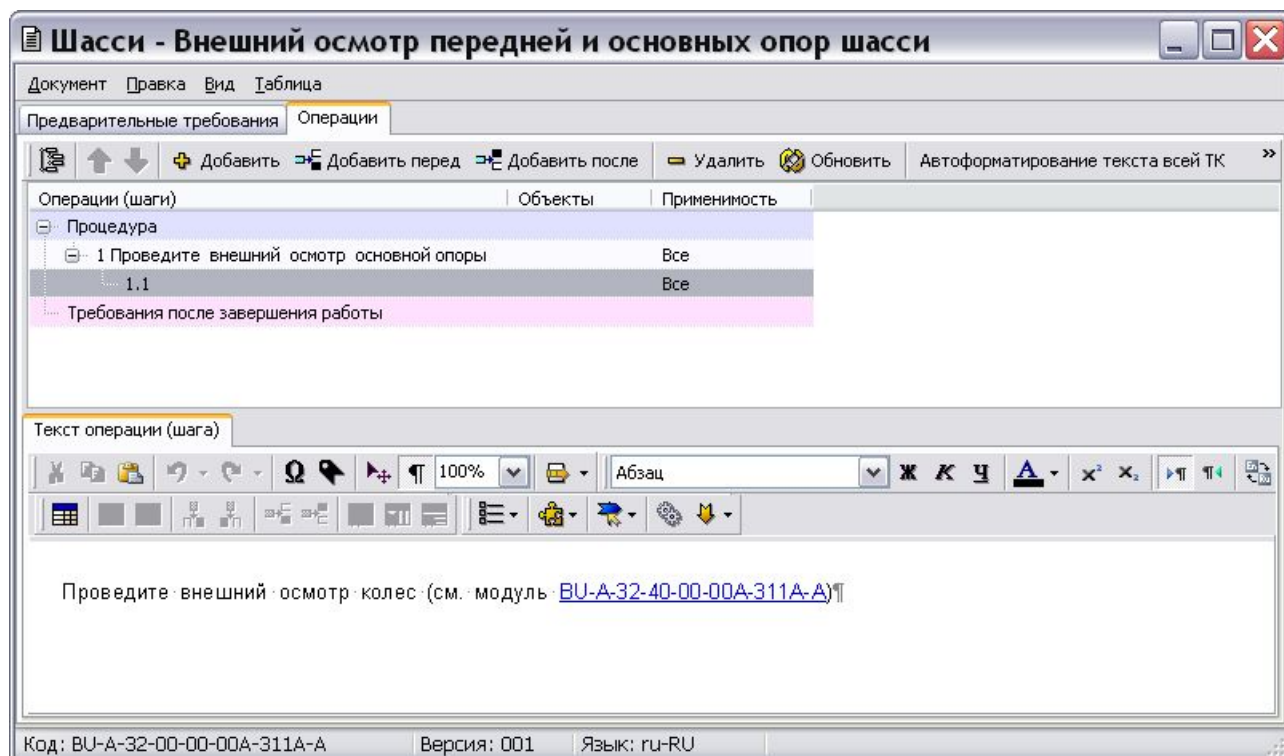

Рис. 5.8
5. В нижнем окне введите описание подоперации – «Проведите внешний осмотр колес» (Рис. 5.8).
7. Нажмите на кнопку **Установить ссылку**. Ссылка в тексте описания операции будет выглядеть, как показано на Рис. 5.8.